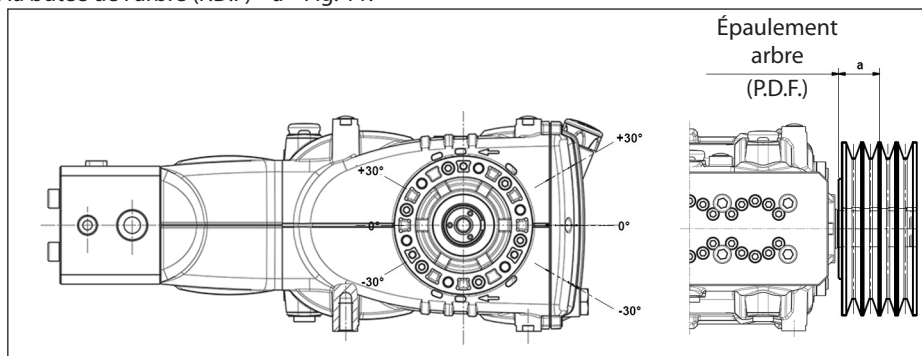

Fig. 11
La transmission est considérée appropriée si cette charge est appliquée à une distance maximum $a=50$ mm de l'épaule de l'arbre (P.D.F) comme indiqué Fig. 11.
- b) Utiliser des courroies à haut rendement - par exemple **XPB** au lieu de **SPB** - car il sera nécessaire d'avoir une quantité inférieure de courroies égales à la puissance transmise et par conséquent une distance inférieure de la résultante par rapport à la butée de l'arbre (P.D.F) « a » Fig. 11.
- e) Contrôler la direction de la tension de la courroie comme indiqué Fig. 11 : pour toute autre nécessité, contacter le **Bureau Technique** ou le **Service d'Assistance Clients**.